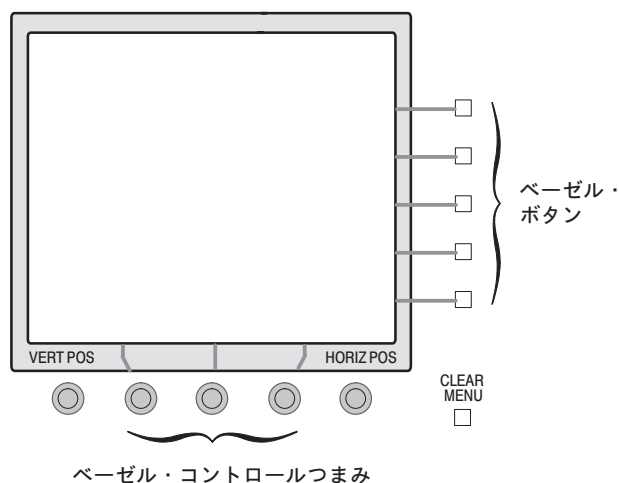

図 2-4：多用途ベーゼル・コントロールつまみおよびボタン
- 管面の下部には、5つのコントロールつまみがあります（図 2-4 参照）。このうち、内側にある3つのつまみは多用途で、そのコントロール機能の割り当ておよびラベル付けは、オン・スクリーン・メニューにより行います。このようなコントロールつまみを、ベーゼル・コントロールつまみと呼びます。